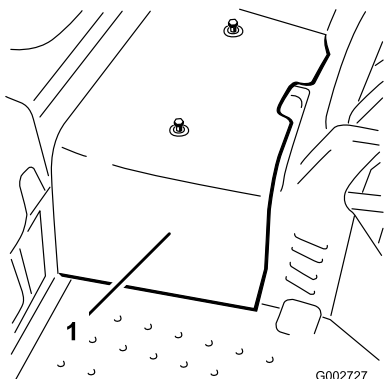

图 48
2. 拧掉将中央护罩固定到机器的 2 个螺丝然后取下护罩 图 48。